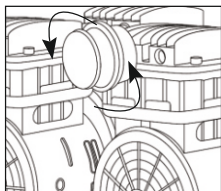

Рис. 3
6. Установите всасывающий воздушный фильтр, если он не был установлен (Рис. 3).